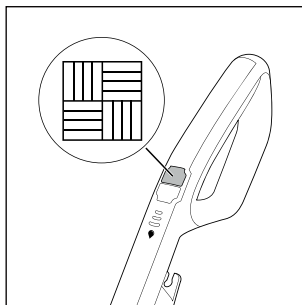

Fig. 13
- Tryk på kontakten hårdt gulv  **14** for at tænde for produktet (se fig. 13). LED i kontakten hårdt gulv  **14** lyser blåt.
- Tryk på kontakten hårdt gulv  **14** igen for at slukke for produktet (se fig. 13).